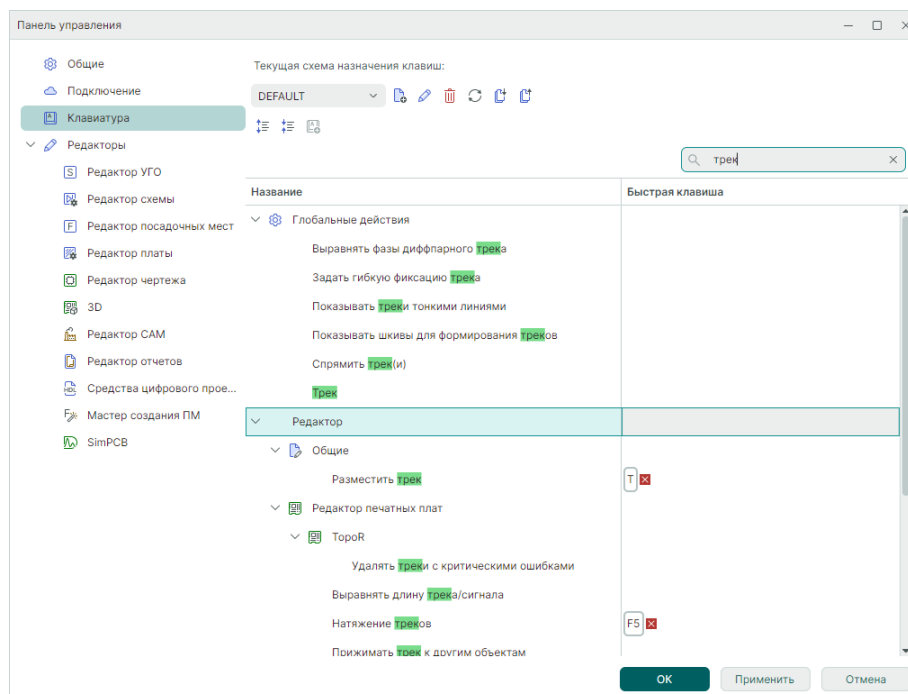

Рис. 91 Поиск действий
1. Установите курсор в поле «Поиск...» и введите наименование требуемого действия. По совпадению введенных букв поисковая система отфильтрует имеющиеся действия, см. Рис. 91.